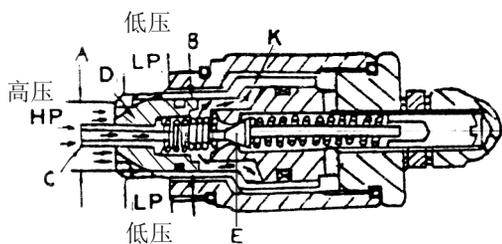

图7.5
(1)主安全阀装在油缸的高压接口HP和低压通道LP之间。流经阀芯C的油，作用到二个不同直径的A面和B面上，因此，单向阀的阀芯K和主安全阀的阀芯D都牢牢地落入阀座中。(见图7.5)